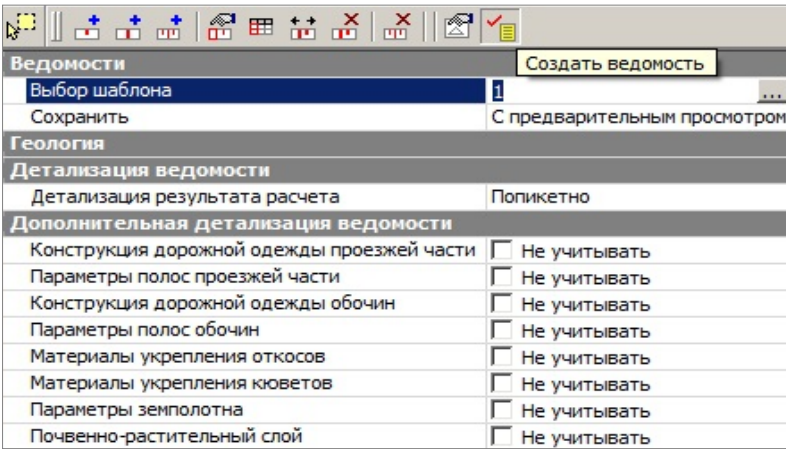

Рис. 23.8
- Детализация результата расчета = **Попикетно** (рис. 23.8).
5. Для использования шаблона ведомости откройте Редактор шаблонов – кнопка выбора  в поле строки **Выбор шаблона** (рис. 23.8).